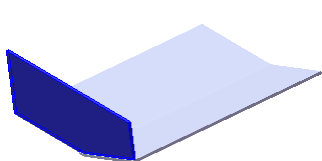
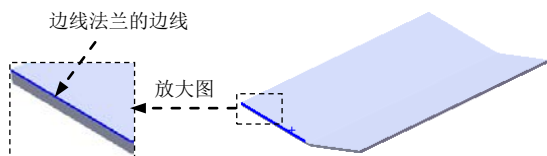

图 9.12 边线—法兰 1
图 9.13 边线法兰的边线
Step3. 创建图 9.12 所示的钣金特征——边线—法兰 1。
(1) 选择命令。选择下拉菜单 **插入(I)** → **钣金(B)** → **边线法兰(E)...** 命令(或单击“钣金”工具栏中的 按钮)。
(2) 定义特征的边线。选取图 9.13 所示的模型边缘为生成的边线法兰的边线。